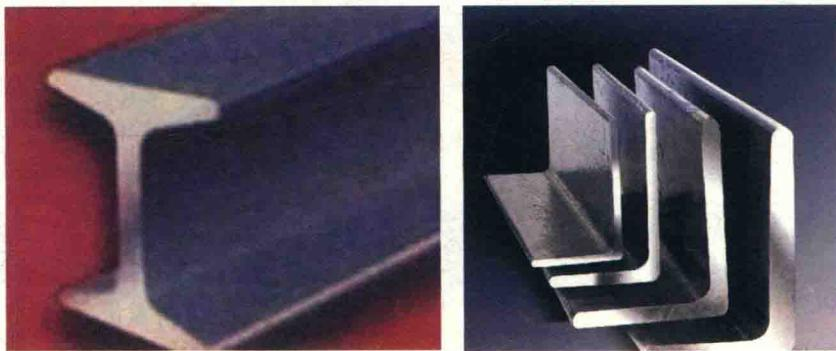

图 1 - 14 工字钢与角钢
(1) 用声像演示的手段向学生展示桥梁用各种物件，如工字钢、角钢等（见图 1 - 14），使学生理解通过改变纸的形状，可以增加柔软纸的强度，并能承载一定的重量。学生自己动手试验，寻找更多通过改变纸的形状增加纸的承载重量的方法，以此培养学生的探索精神，以及观察、分析能力；初步训练学生能将常见事物的本质属性形成科学概念的抽象、概括、推理、归纳及综合的能力。